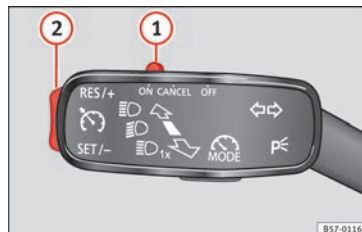

Fig. 47 A sinistra del piantone dello sterzo: interruttori e comandi per l'uso del GRA.
- Collegamento del GRA: spostare l'interruttore »» **fig. 47**  verso **ON**. Il sistema è acceso. Il sistema non effettua la regolazione poiché non è stata programmata alcuna velocità.
- Attivazione del GRA: premere il tasto »» **fig. 47**  nella zona **SET/-**. La velocità attuale viene memorizzata e regolata.
- Disattivazione temporanea del GRA: spostare l'interruttore »» **fig. 47**  verso **CANCEL** o schiacciare il freno. La regolazione si scollega temporaneamente.
- Collegare nuovamente il GRA: premere il tasto »» **fig. 47**  in **RES/+**. La velocità memorizzata verrà salvata e regolata nuovamente.
- Disattivazione del GRA: spostare l'interruttore **»» fig. 47 1** a **OFF**. Il sistema si disattiva e la velocità memorizzata si cancella.